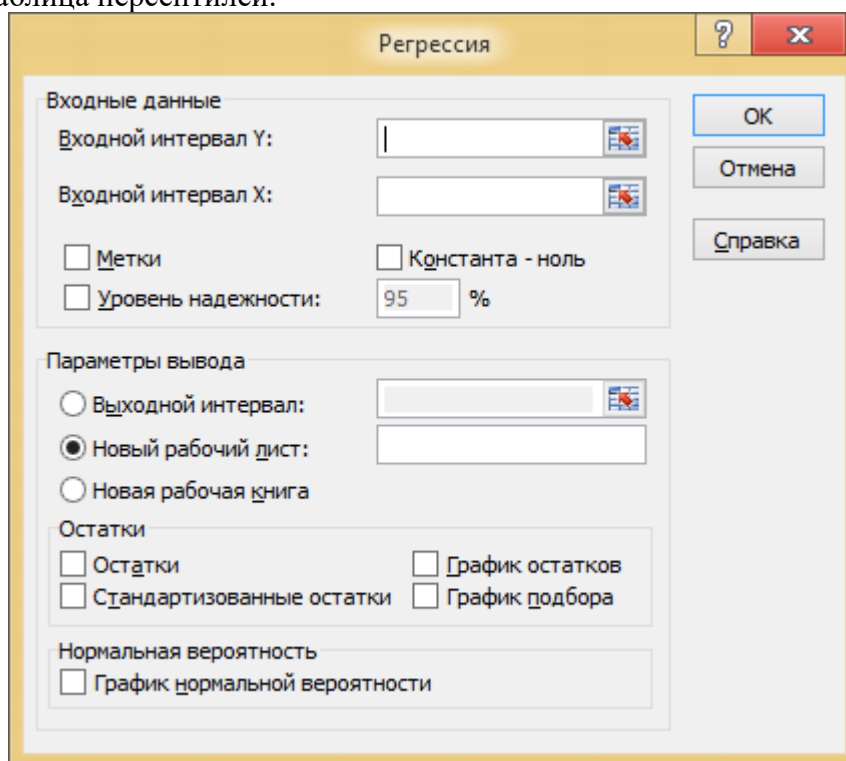

Рисунок 7.4 – Диалоговое окно «Регрессия»
13. С помощью пакета сервисных программ Анализ данных (команда Регрессия) (рисунок 7.4), выполнить линейный регрессионный анализ итоговой выручки магазинов в зависимости от выручки каждого магазина. Регрессия используется для анализа воздействия на отдельную зависимую переменную значений одной или более независимых переменных. В результате на листе MS Excel формируется пять таблиц: таблица регрессионной статистики (оценка корреляционной связи), таблица дисперсионного анализа (оценка правомерности модели линейной регрессии), таблица параметров модели и их статистических оценок, таблица расчетных значений по модели регрессии, значений остатков (разность статистических и расчетных регрессионных значений) и таблица персентилей.